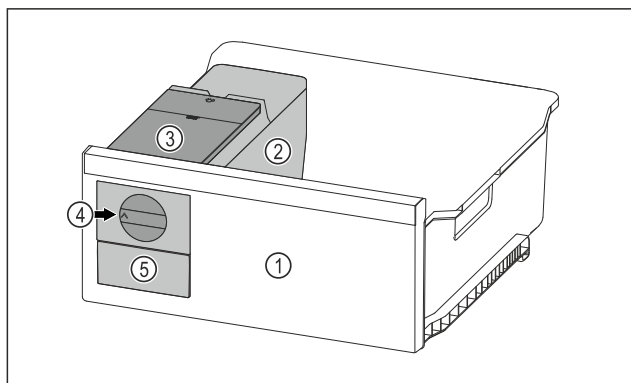

Fig. 102 Példaként szolgáló ábrázolás
- A forgógombot Fig. 102 (4) ütközésig forgassa el az óra járásával egyező irányban.
- A jégkockák a jégkockatartóból a jégkockafiókba Fig. 102 (5) hullanak.